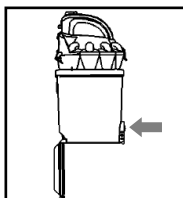

Fig. 5
- Per svuotare il serbatoio, premere la clip di apertura (M) del coperchio del serbatoio (Fig. 5) e si aprirà. Fare attenzione a posizionare il serbatoio sopra il bidone della spazzatura o una borsa prima di aprire il coperchio.